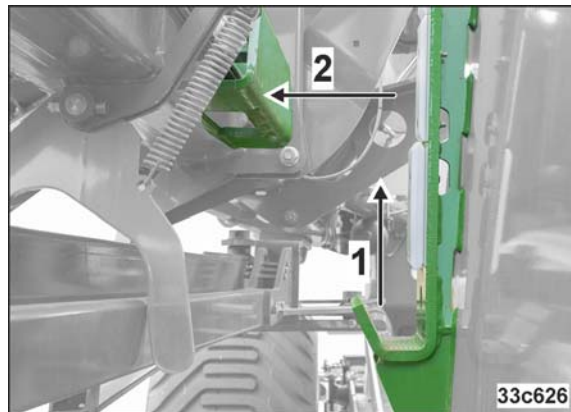
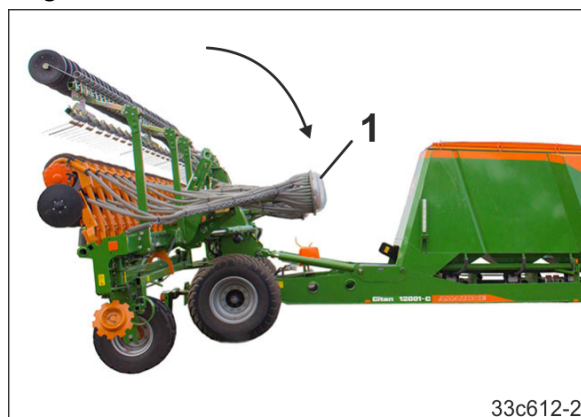

Fig. 225
Fig. 226
Fahren Sie den Traktor leicht schräg vor die Maschine. Dadurch haben Sie die Fanghaken (Fig. 225/1) für die Maschinenausleger besser im Blick.
3. Das Steuergerät *gelb* solange betätigen, bis die Maschinenausleger aus der Transporttasche freikommen (Fig. 225/1).
Das Steuergerät *grün 1* solange betätigen, bis die Maschinenausleger (Fig. 225/2) und die Verteilerköpfe ausgeklappt sind (siehe Fig. 226/1).